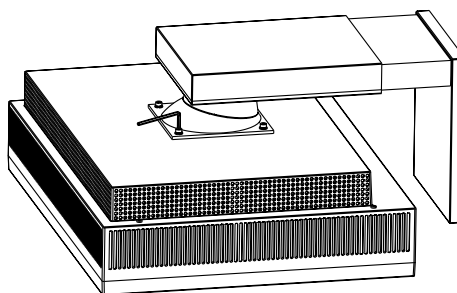

Figura S.2
3. Togliere le quattro viti che fissano il monitor al supporto utilizzando delle chiavi esagonali a barra (**Figura S.2**). Sollevare il supporto del monitor. Il monitor, ora, è pronto per un diverso montaggio.